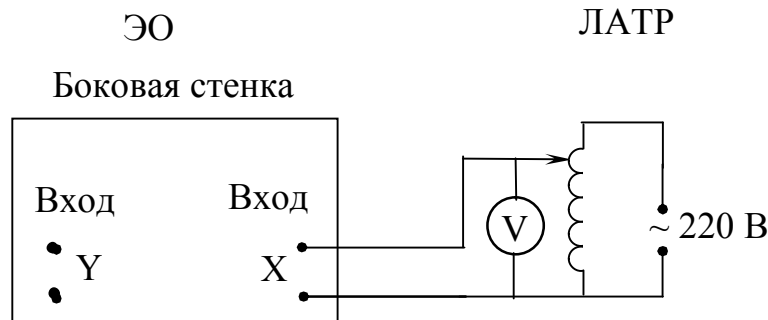

Рис. 4 Схема лабораторной установки
2.1 Соберите цепь по рис. 4. Диапазон частот поставьте на нуль. Движок ЛАТРа (конструктивно совмещенного с вольтметром) на нуль.